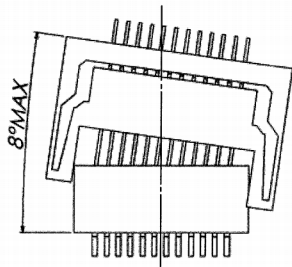
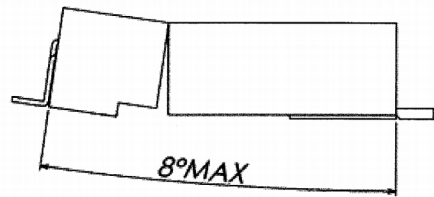

図 1/ Fig.1
図 2/ Fig.2
- ・誘い込み時の角度は図1~図2 になりますので、記載角度以下で位置決めをして下さい。
/Figure 1 and 2 show guiding angle. Please locate it below the described angle.